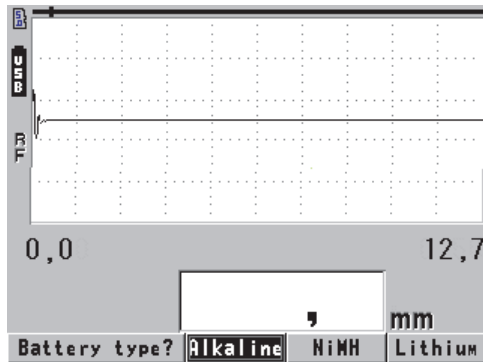

Figure 2-4 Sélection du nouveau type de piles
12. Pour répondre à la question qui s'affiche dans la partie inférieure de l'écran (voir la Figure 2-4 à la page 41) :